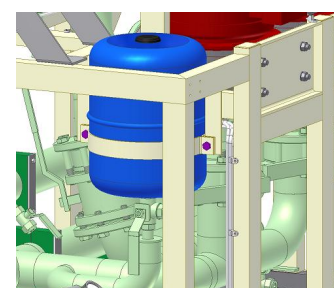

Рис. 6.2-3
3. Снимите крепежный зажим (вокруг расширительной емкости, рис. 6.2-3).